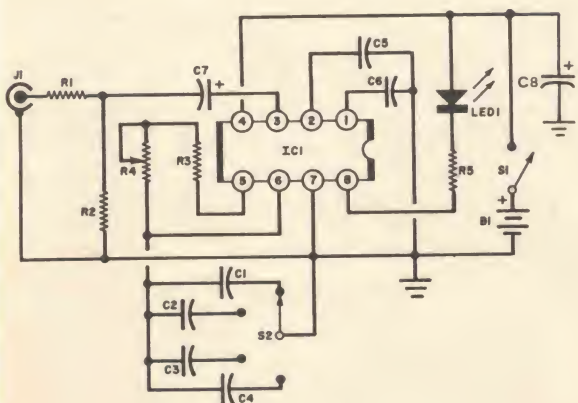

Fig. 2 - Questo circuito di filtro accordabile può essere usato come decodificatore di nota.
**Filtro accordabile** - Il circuito riportato nella fig. 2 illustra l'uso del PLL 567 come filtro accordabile a larga banda (da 10 kHz a 100 kHz). Il potenziometro R4 è un controllo fine d'accordo. Se la sua scala viene cali-